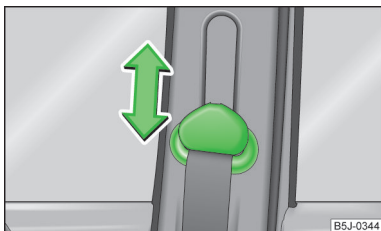

Abb. 111
- Den Umlenkbeschlag drücken und in die gewünschte Richtung nach oben oder unten schieben » Abb. 111.